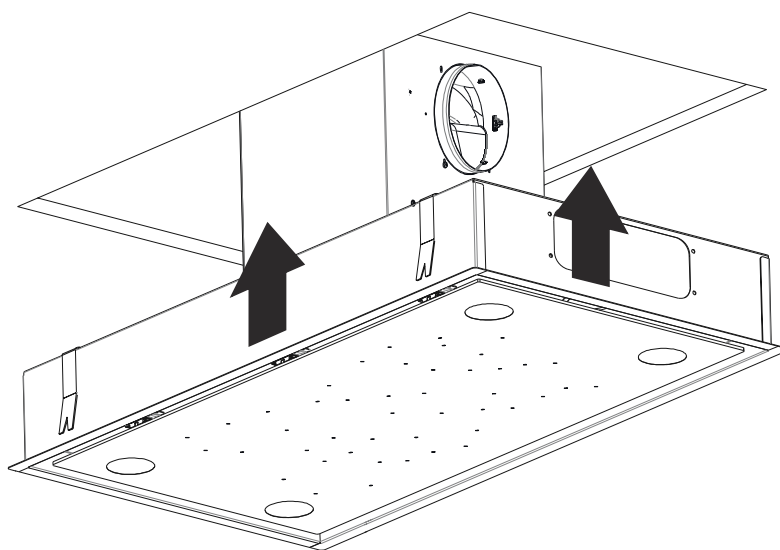

Fig. 23
8. ➡ Produktet skal nu skubbes op i hullet (Fig. 23).